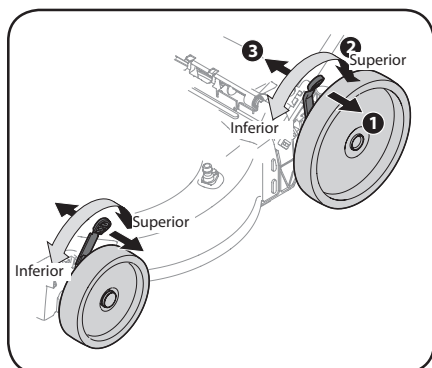

Figura 2-14
1. Tire de la palanca de ajuste de altura hacia la rueda (la unidad tenderá a caer cuando la palanca se mueve hacia afuera). Vea la Figura 2-14.